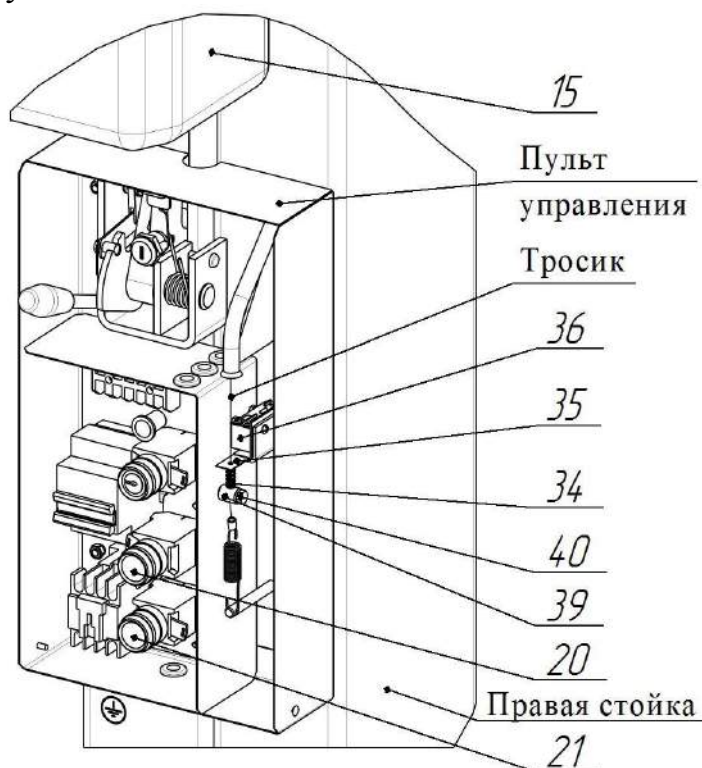

Рисунок 8 – Система автоматического отключения насосной станции при достижении каретки крайнего верхнего положения
6.12.1 Система автоматического отключения привода насосной станции 15 при достижении нижней части каретки 4 крайнего верхнего положения (~ 1745 мм от основания стойки) установлена и отрегулирована на предприятии-изготовителе (см. рисунок 8).